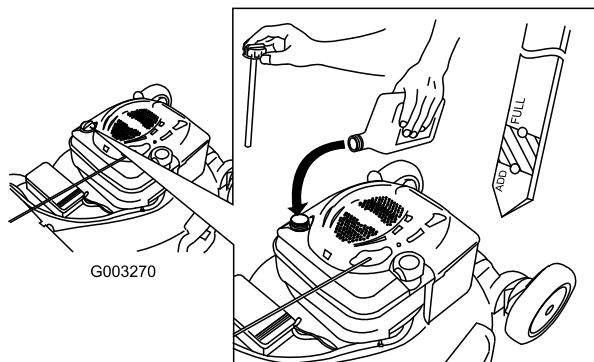

Figura 48
4. Vierta **lentamente** aceite en el tubo de llenado hasta que el nivel llegue a la marca Full de la varilla (Figura 48). **No llene demasiado.** (Capacidad máxima: 0,59 l, tipo: SAE 30W, aceite detergente con clasificación de servicio API SF, SG, SH, SJ, SL o superior.)